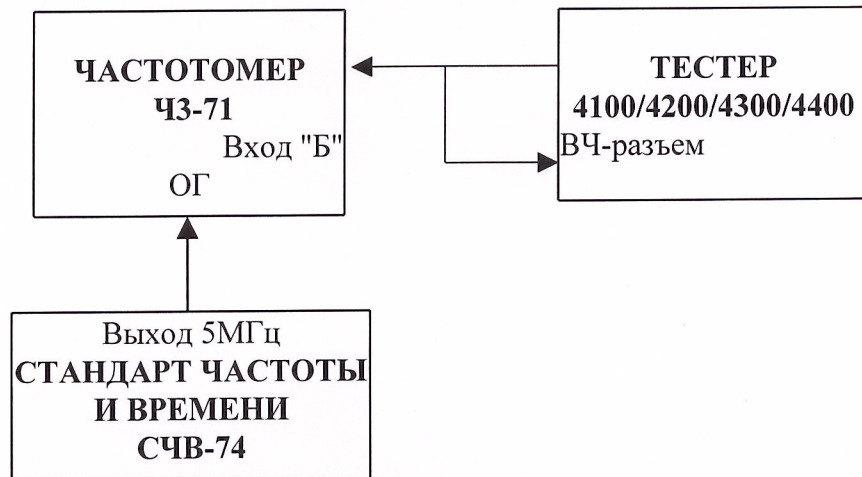

Рис.4 Схема определения погрешности измерения частоты входного сигнала.
8.3.3.1. Соберите рабочее место в соответствии с рис.4.